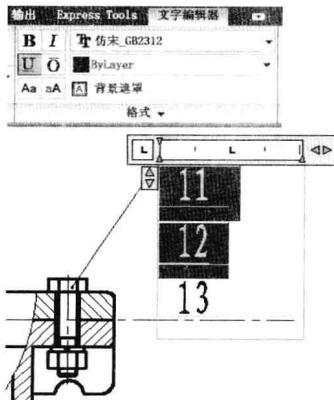
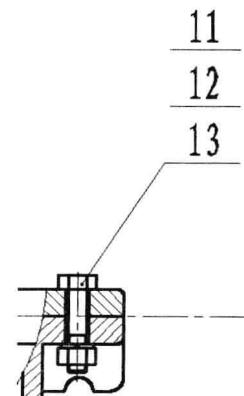

图 7-5-14
图 7-5-15
(11) 单击“多重引线”按钮 A ，创建新的引线，并设置序号文字为下划线格式，如图 7-5-14 所示。单击“关闭”按钮，即可完成引线标注，如图 7-5-15 所示。